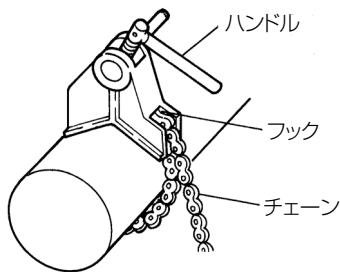

図 8
- (1) 既設管など、固定されているもの以外の加工物は、万力等でしっかり固定します。
- (2) チェーンをチェーンバイスのフックに確実に入れ、ハンドルを回してチェーンバイスを加工物にしっかり固定します。(図8)